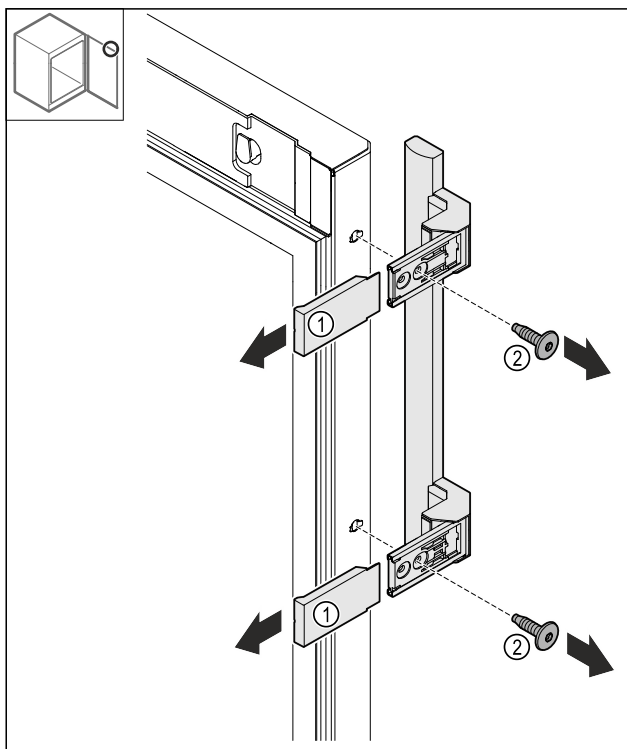

Fig. 25
- Зніміть накладку Fig. 25 (1).
- Викрутіть гвинти Fig. 25 (2).